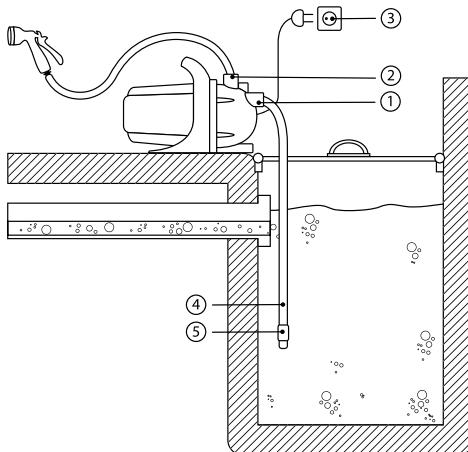

рис. 1
Закрепите насос болтами, чтобы избежать вибрации. При установке насос ось ротора должна располагаться горизонтально, насос устанавливается опорой вниз. Насос должен быть установлен строго горизонтально, чтобы обеспечить правильную работу подшипников. Подсоедините водопроводные трубы или шланги к входному (1) и выходному (2) патрубкам (рис. 1). Заборную магистраль (4) расположите под углом к впускному отверстию и погрузите в воду на глубину не менее 0,2 м (расстояние до грунта не должно быть менее 0,5 м). Обращайте внимание на герметичность соединений, даже небольшой подсос воздуха в заборной магистрали резко сокращает производительность насоса и высоту всасывания.